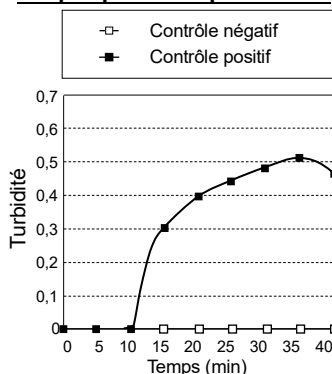

Fig. 1 : Graphique d'amplification pour les contrôles.
(1) Configurer le turbidimètre en temps réel HumaTurb C+A pour la détection avec ce produit.
(2) Vérifier que la température affichée atteint 67,0 °C (laisser le turbidimètre se réchauffer pendant 20 minutes avant de l'utiliser).
(3) Placer les tubes de réaction et commencer la mesure.
(4) Surveiller l'affichage du turbidimètre et vérifier les contrôles positifs et négatifs pour toute augmentation de la turbidité. Si la turbidité augmente dans le contrôle positif mais pas dans le contrôle négatif, la réaction d'amplification se déroule correctement (fig. 1). En revanche, si une autre situation se produit, la réaction d'amplification peut se dérouler de manière incorrecte. Dans ce cas, retester les échantillons concernés.
(5) Confirmer la fin de l'inactivation de la polymérase (automatiquement réalisée par le turbidimètre). Retirer tous les
Après avoir confirmé que la turbidité augmente dans le contrôle positif mais pas dans le contrôle négatif, évaluer les échantillons selon les critères suivants (fig. 1 et 2).